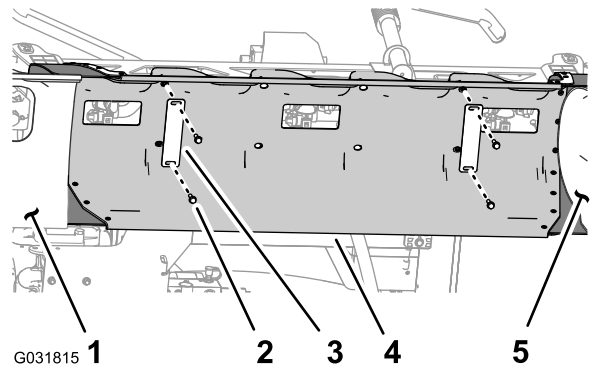

Bild 25
1. Stützen Sie die mittlere Abschnittsabdeckung (11. Düse) ab und entfernen die vier Bundkopfschrauben (5/16" x 1-1/4") und zwei Abdeckungsriemen, mit denen die Abdeckung an der Stützhaltung der Abdeckung befestigt ist (Bild 25).